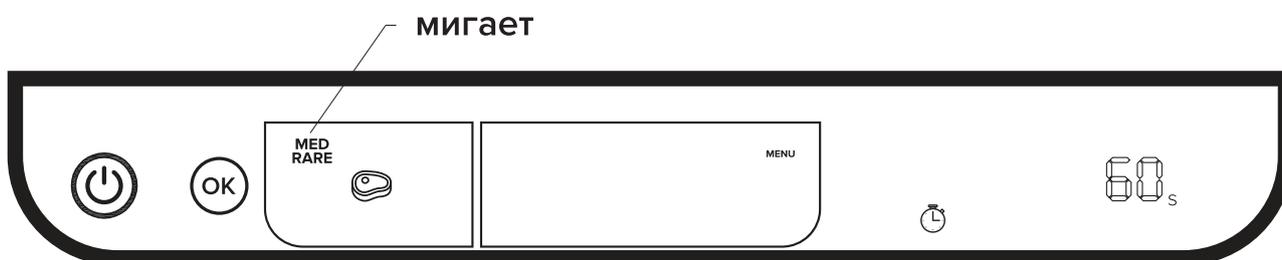

Рис. 9
- во вторую очередь загорается логотип таймера, находящийся на кнопке регулировки времени нагрева пластин, одновременно с ним гаснут оба индикатора верхней и нижней пластин гриля, при этом цифровой дисплей отображает единое для обеих пластин время нагрева (рис. 9).